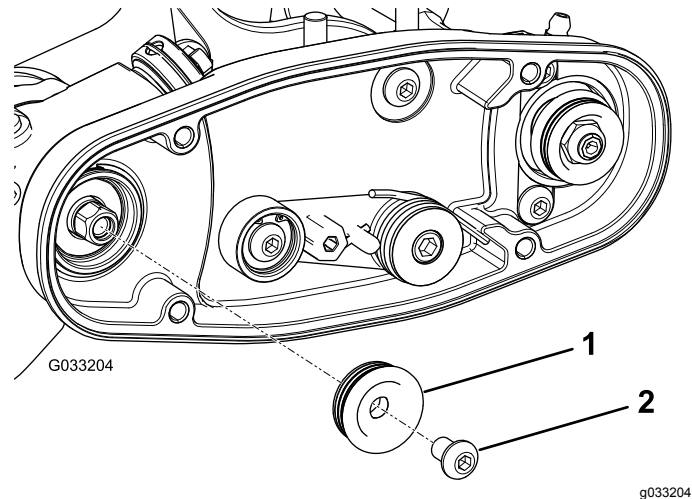

Figura 12
2. Montate la puleggia motrice sull'albero del groomer (Figura 12).
3. Applicate Loctite 242 (blu) sul bullone di trasmissione esagonale e utilizzate il bullone per fissare la puleggia all'albero di trasmissione; fate riferimento alla Figura 12.